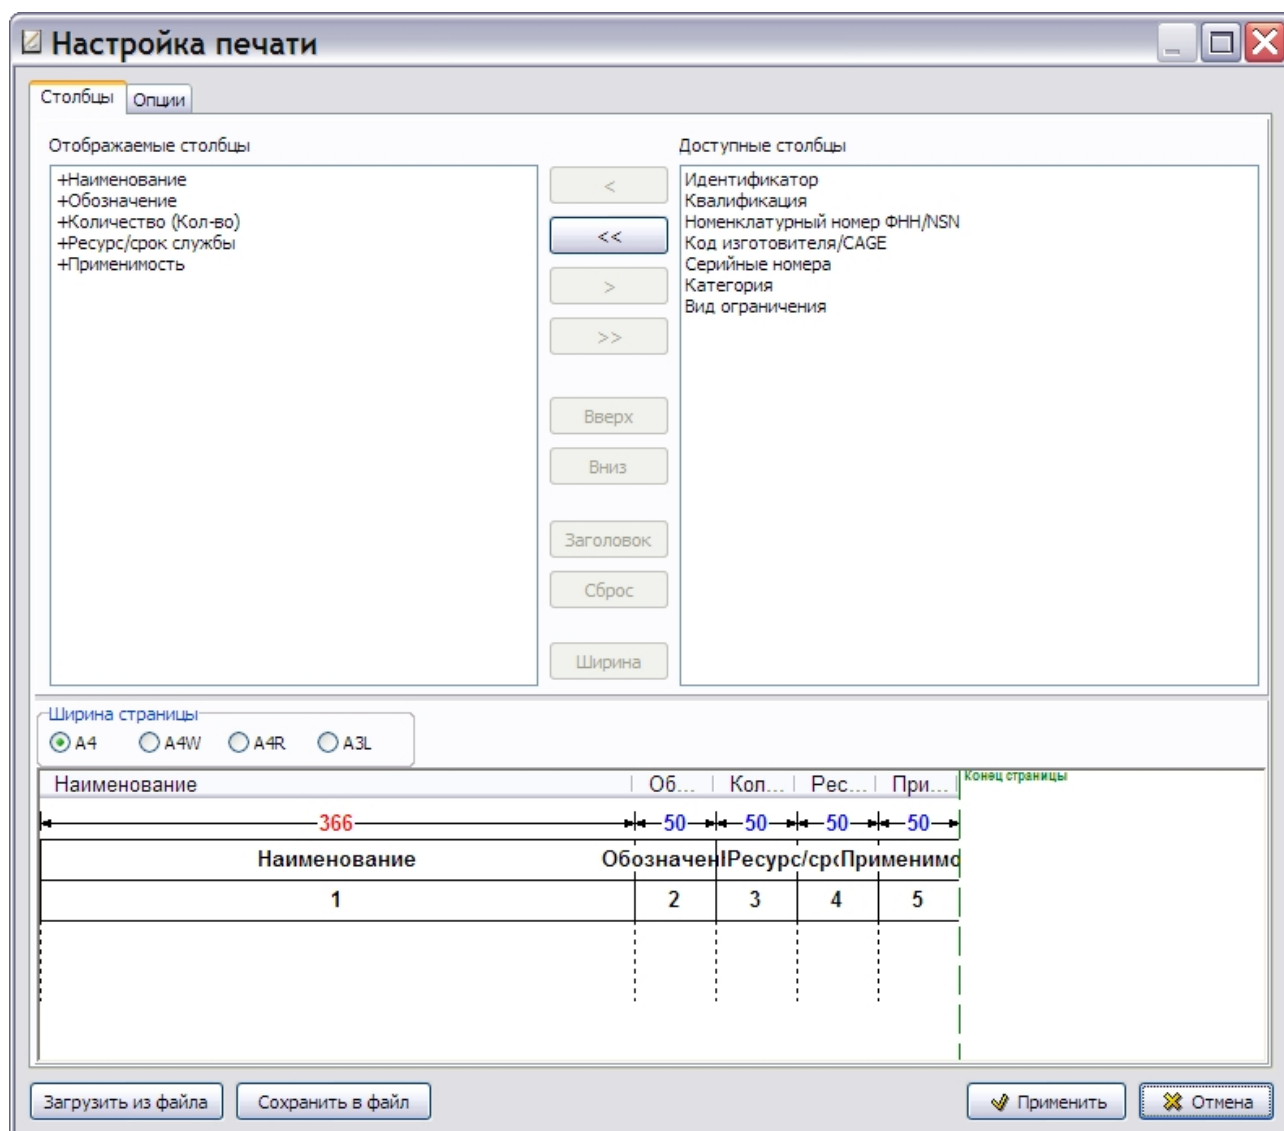

Рис. 3.42
5. Нажмите на кнопку **Применить**. После этого откроется окно **Настройка печати** (Рис. 3.42).